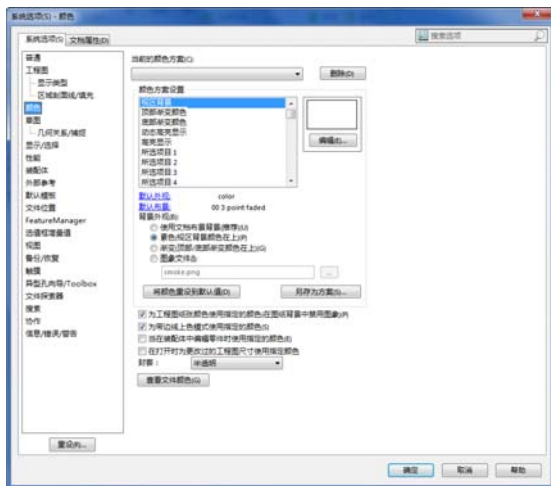
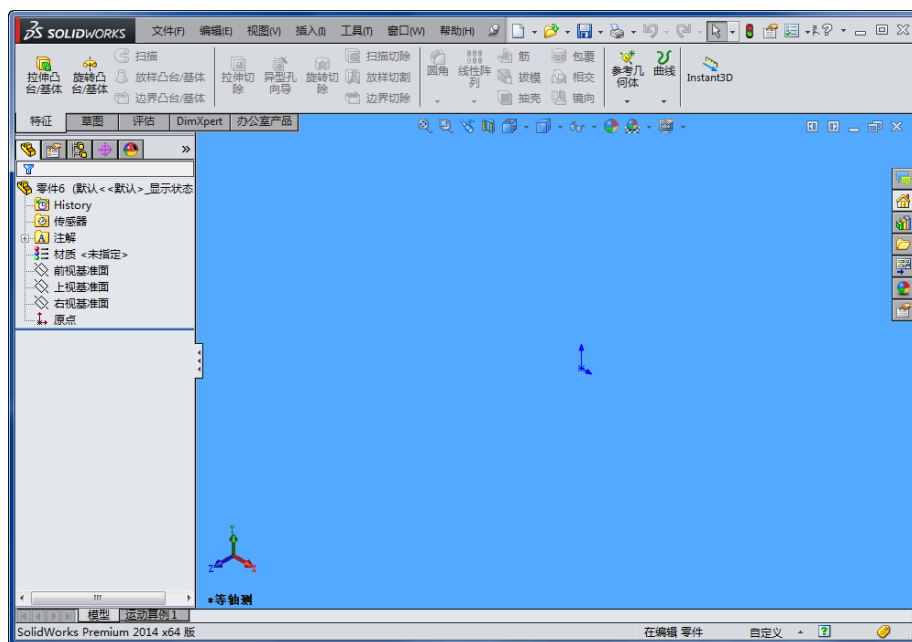

图 1-34 “系统选项”对话框
图 1-36 设置背景后的效果图
(1) 执行命令。执行“工具”→“选项”菜单命令，此时系统弹出“系统选项”对话框。
(2) 设置颜色。在对话框中的“系统选项”一栏中选择“颜色”选项，如图 1-34 所示。
在图 1-34 所示的对话框中勾选下面 4 个不同的选项，可以得到不同背景效果，用户可以自行设置，在此不再赘述。图 1-36 所示为一个设置好背景颜色的零件图。